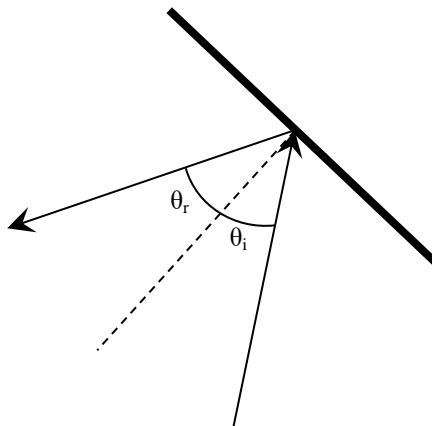

Figura 10.2
3. Marque con un lápiz, en el papel, los rayos incidente y reflejado indicando su sentido, figura 10.2.